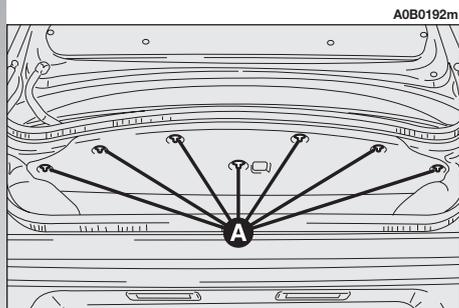

Abb. 48
- Die Befestigungsknöpfe (A, Abb. 48) bis zum hörbaren Ausrasten drehen und die Verkleidung umklappen.